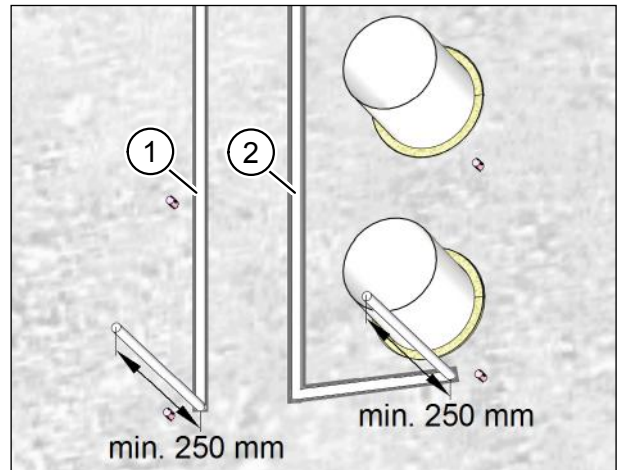

Abb. 17: Anschlusskabel verlegen
- ▶ Verlegen Sie das Netzkabel (Pos. 1 in Abb. 17) und ggf. das Steuerkabel (Pos. 2 in Abb. 17) mit einem Kabelüberstand von ca. 250 mm über die Mauer.